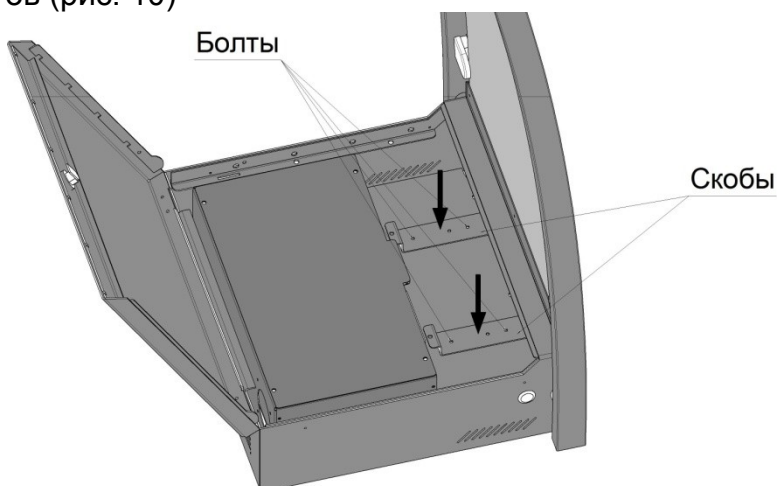

Рис. 10
- Расположить в отсеке оборудования скобы для крепления ИБП (входят в комплект поставки) и закрепить их при помощи болтов (рис. 10)